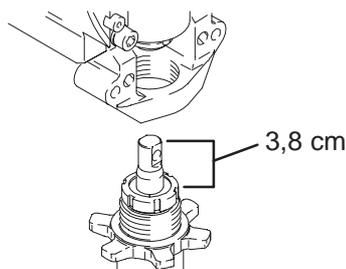

Fig. 19
1. Fig. 19. Extraiga el vástago del pistón 3,8 cm. Enrosque la bomba hasta que los orificios de la travesía del cojinete y del vástago del pistón queden alineados.